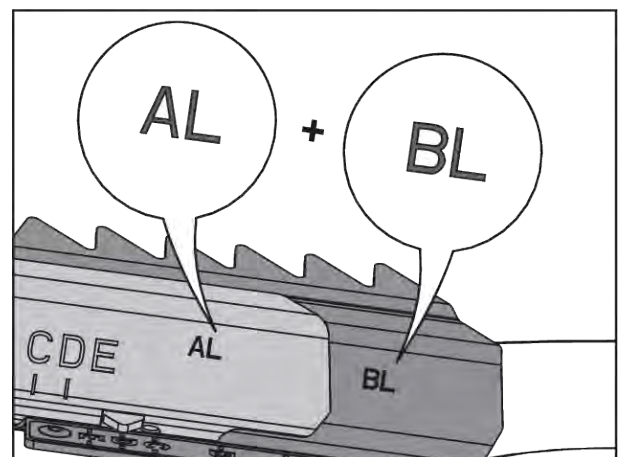

Abb. 77: Wurfflügelkombination
- Siehe Abb. 77 Wurfflügelkombination